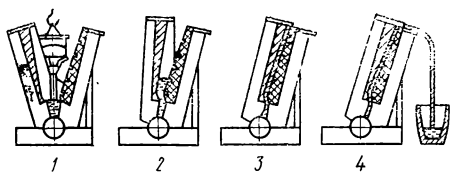

Рис. 36. Схема выжиманием:
**Литье выжиманием.** Представим себе литейную форму, состоящую из двух половинок, соединенных общим шарниром (рис. 36). На внутренней поверхности половинок нанесен рельеф, отвечающий поверхности отливки. В разомкнутом состоянии (1) внутрь половинок формы заливается металл. Половинки формы смыка-